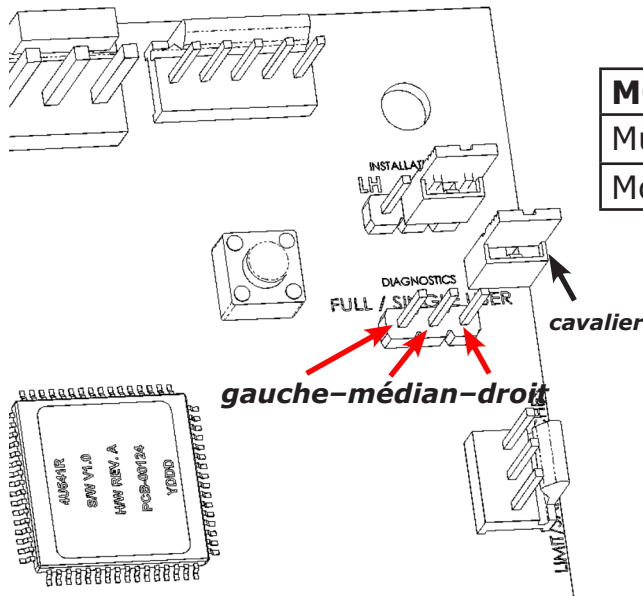

Fig. 2
4. Changer le mode en changeant la position du cavalier (Fig. 2).